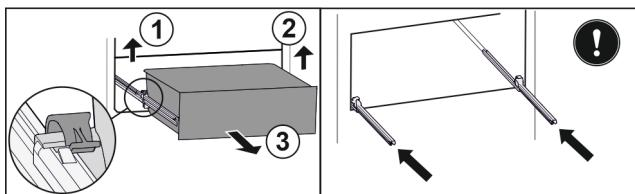

Fig. 29 *
- Приподнимите левый зажим и одновременно вытяните движением вперед выдвижной ящик слева Fig. 29 (1).*
- Приподнимите правый зажим и одновременно вытяните движением вперед выдвижной ящик справа Fig. 29 (2).*
- Извлеките выдвижной ящик движением вперед Fig. 29 (3).*